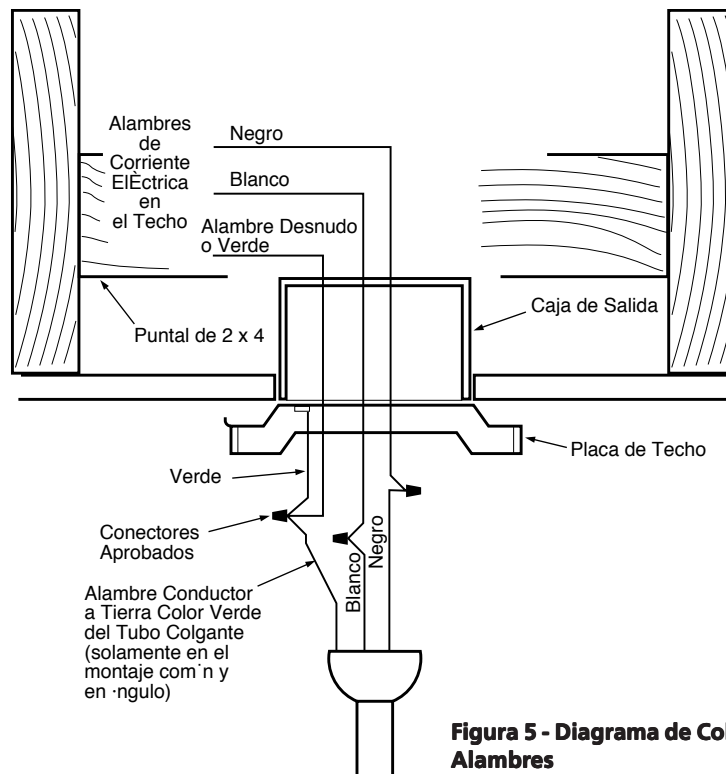

Figura 5 - Diagrama de Colocación de Alambres
1. Conecte los alambres como se muestra en el Figura 5. Para conectar los alambres, retuerza las terminaciones de metal desnudo una con otra. Coloque un conector de rosca sobre todo el tramo entrelazado del alambre y retuerza hacia la derecha (como las agujas del reloj) hasta que quede fijo como se muestra.